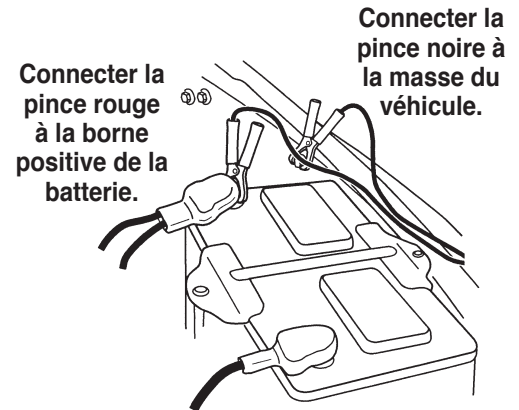

Figure 2
7. Connectez les pinces à batterie entre l'outil et une source de tension 12 volts; nous recommandons la batterie du véhicule. Voir la figure 2.